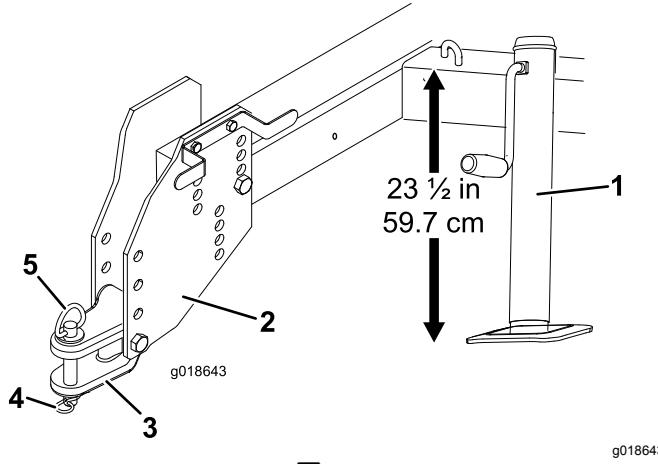

图3
图3。
- 卸下将挂钩牵引杆固定到挂接板上的螺栓和锁紧螺母 图3。
6. 用挂钩销和保险销将挂钩牵引杆连接到主机上 图3。